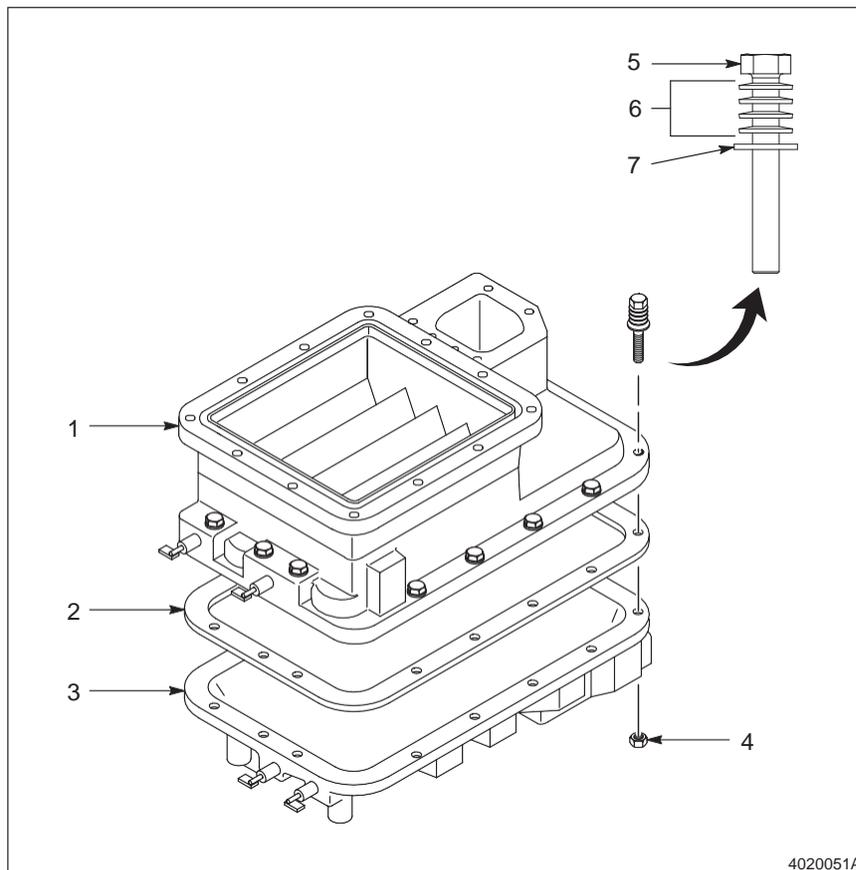

Fig. C 1-8 Removendo a Grade do Reservatório
Ver a Figura C 1-8.
1. Ver a Figura C 1-8.
NOTA: Certificar se as arruelas chanfradas (6) estejam orientadas como mostrado na A Figura C 1-8.
2. Cuidadosamente colocar a grade (1) no reservatório para que os pinos de alinhamento e os orifícios do parafuso fiquem corretamente alinhados.